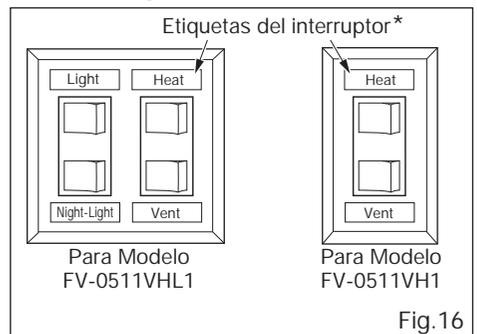

Fig.16
Opere como se muestra a continuación después de la instalación. (Fig.16)
*Pegue las etiquetas del interruptor al interruptor de pared como se muestra arriba. (Fig.16)